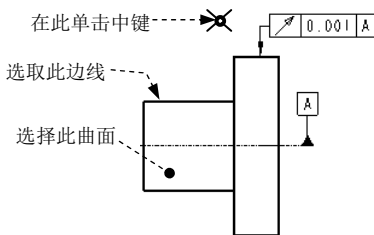

图 5.6.39 定义公差参照 (二)
Step3. 定义公差参照。在 **参照: 区域** 的 **类型** 下拉列表中选择 **曲面** 选项, 选取图 5.6.39 所示的曲面为公差参照。
(1) 在对话框中 **放置** 区域的 **类型** 下拉列表中选择 **法向引线** 选项, 在弹出的 **LEADER TYPE (引线类型)** 菜单中选择 **Arrow Head (箭头)** 命令。
(2) 在系统 的提示下, 选取图 5.6.39 所示的边线为放置位置参照。
(3) 在图 5.6.39 所示的位置单击中键, 放置“全跳动”公差。